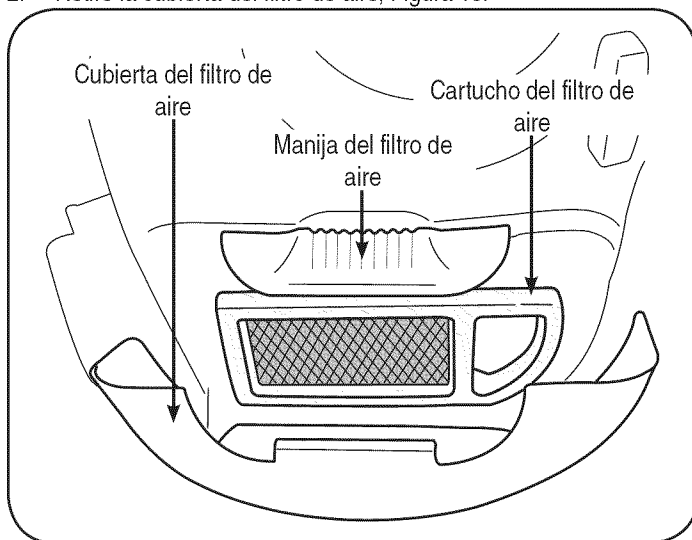

Figura 16
1. Tire la manija del filtro de aire para arriba, Figura 16, y tire para atrás hacia el motor.
2. Retire la cubierta del filtro de aire, Figura 16.